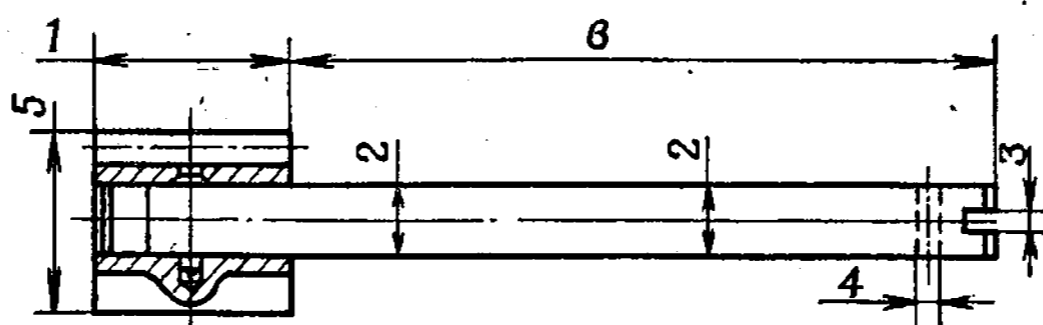

Рис. 78. Валик масляного насоса с шестерней в сборе
2. Валик масляного насоса с шестерней в сборе (рис. 78)